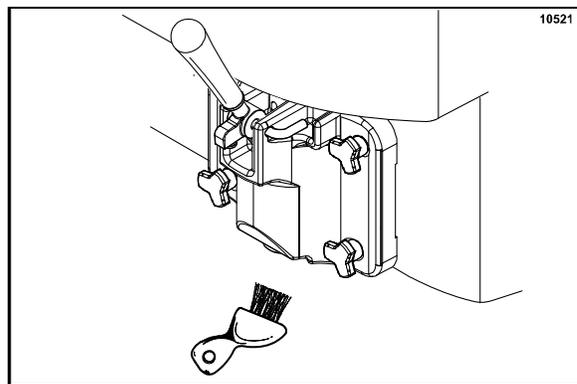

图 40
2. 携带少量消毒液回到冷冻机。将门出料口刷子浸入消毒液中涮洗，并用刷子清洗门出料口和出料阀的底部。（见图 40。）